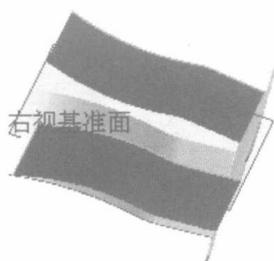

图 1.16 镜像
Step6. 创建图 1.16 所示的镜像。选择下拉菜单 **插入(I)** → **阵列/镜像(M)** → **镜向(O)...** 命令，系统弹出“镜像”对话框；选取右视基准面作为镜像基准面；选择斜接法兰 2 作为镜像的对象；单击  按钮，完成镜像的创建。